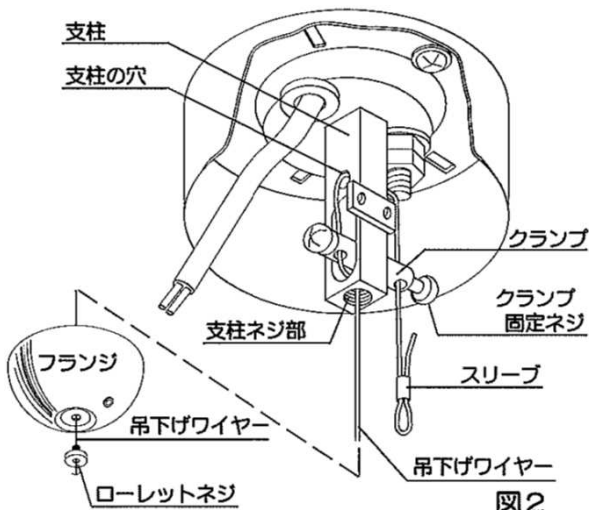

図2
3. 吊下げワイヤーをローレットネジ→フランジ→支柱ネジ部→クランプ→支柱の穴→再びクランプの順に通してお好みの長さに調節しクランプ固定ネジを締め込んでください。更に付属のスリーブを使い、ワイヤーの抜け防止としてワイヤーを圧着(カシメ)してください。(図2)